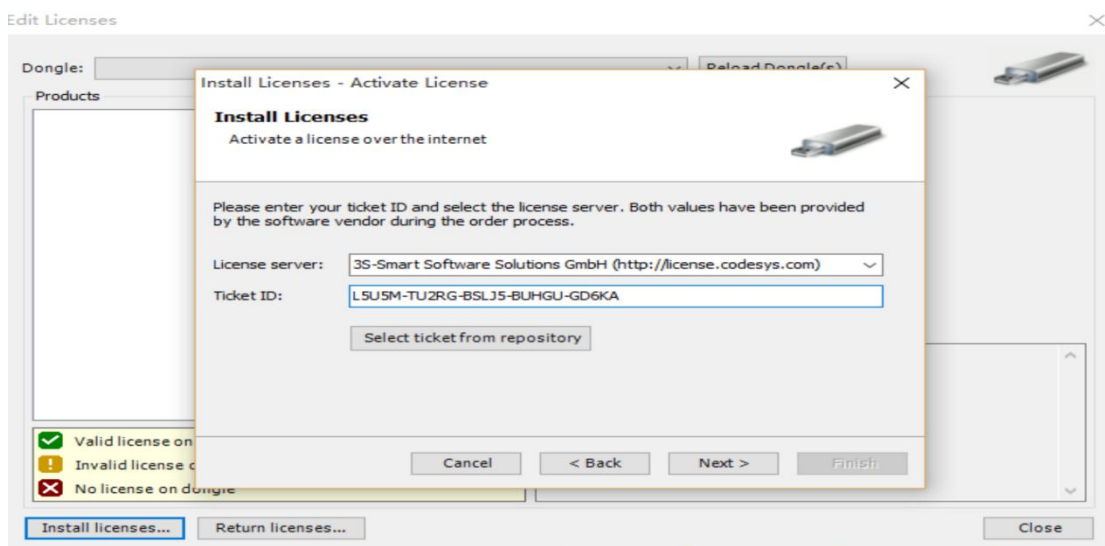

图 2-5-11 RTE 软注册输入 Ticked ID
5、选择 Activate License, 点击 Next (注意, 必须是在连接互联网的情况下, 如无网络不能进行。)如图 2-5-11 所示, 输入 Ticket ID (向人通罗美红索取), 选择 Next 安装 License。如果出现 ServerNot Found, 请确认连接网络正常。